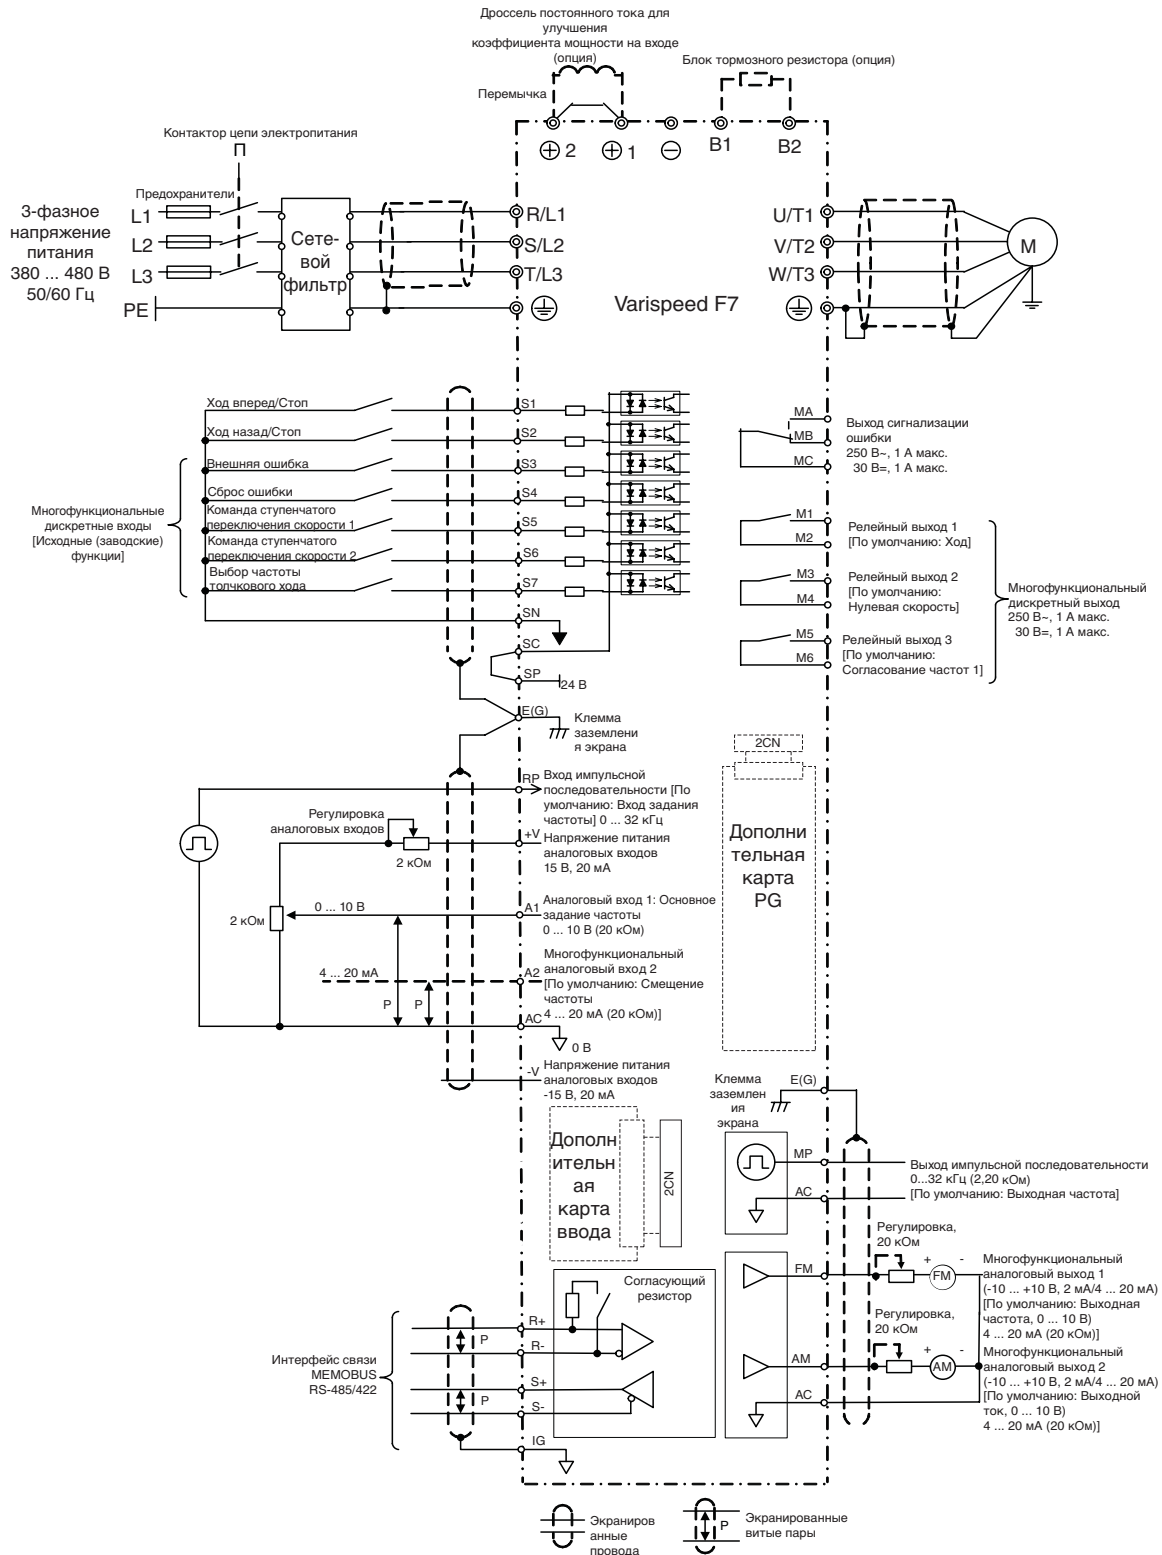

Рис. 4 Схема подключения инвертора
1. Подключение цепей дискретных входов S1 ... S7 на *Рис. 4* показано для случая, когда источником сигналов являются механические контакты или транзисторы NPN-типа (общий 0 В, отрицательная логика). Такая схема выбрана по умолчанию. Подключение транзисторов PNP-типа и использование внешнего источника питания 24 В описано в *Таблица 3*.